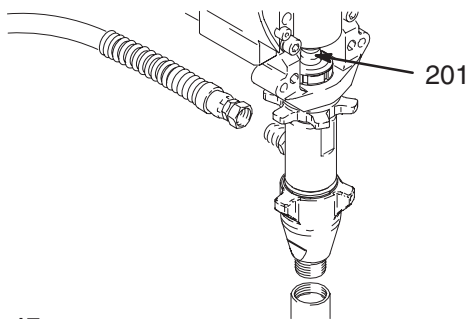

Fig. 17
1. Lave la bomba. Libere la presión. Fig. 17. Haga funcionar la bomba con el vástago del pistón (201) en su posición más baja.
2. Fig. 17. Retire el tubo de aspiración y la manguera.